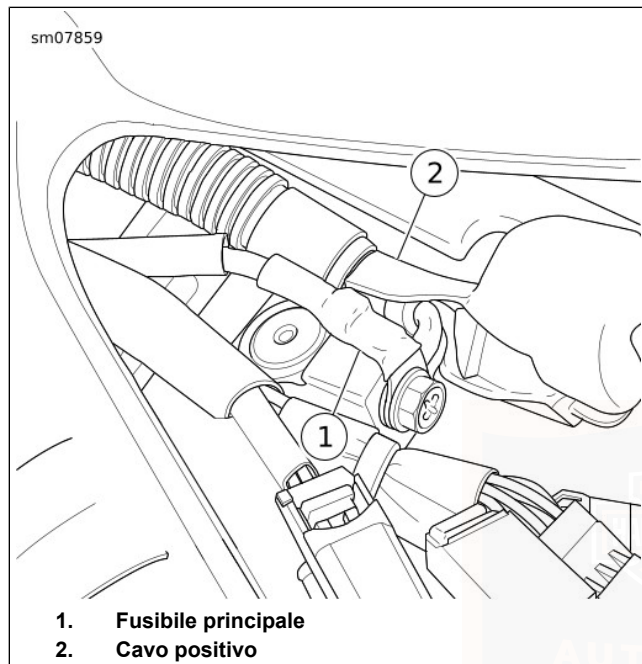

Figura 67. Terminale positivo
4. Vedere Figura 67. Installare la vite del terminale positivo attraverso il cavo del fusibile principale (1) e quindi il cavo positivo principale della batteria (2). Serrare ad una coppia di 6,8–7,9 N·m (60–70 **in-lbs**).